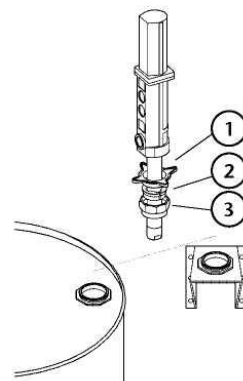

Рис. 2
Насосы могут монтироваться на стенном кронштейне или на бочках с 2-дюймовой пробкой (рис. 2). Ослабьте звездообразную гайку (1) на адаптере пробки, для того чтобы отвинтить нижнюю гайку (3), и закрутите ее в 2-дюймовое отверстие для пробки в бочки или кронштейне. Наденьте звездообразную гайку (1) и разрезное кольцо (2) на всасывающую трубку. Опустите насос через отверстие и закрепите его на нужной высоте, затянув звездообразную гайку (1).